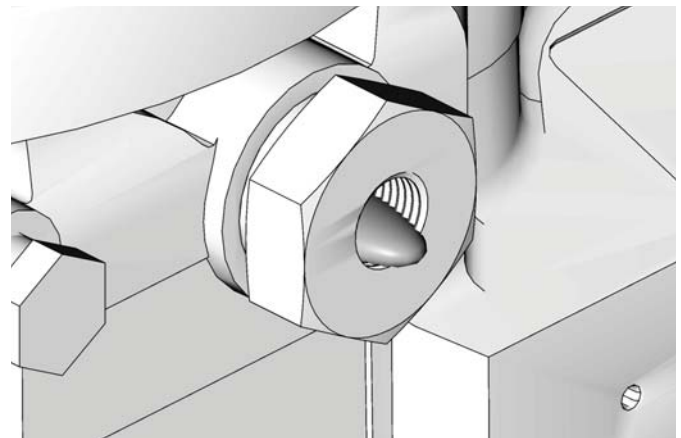

图 12
2. 仅在润滑剂从泵元件分配出来时不再有空气才可运行泵（图 12）。